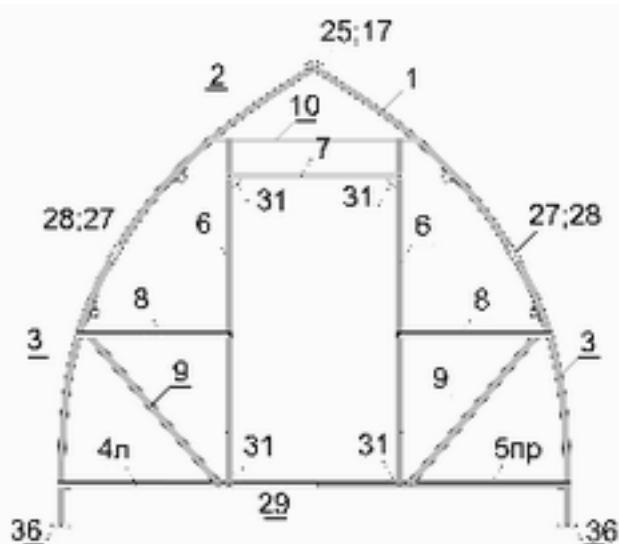

Рис. 1 Торец
3.1.1. Используя вставки №27 и накладки №28 к торцевым дугам №1, саморезами 4,2x16, присоедините торцевые дуги № 3 (рис. 1;6).
Присоедините нижнюю обвязку торца к дугам №3 (рис.1).
Верх стойки дверного проёма №6 присоедините к стяжке №10 и соедините перемычкой №7. Поверните торец внутренней стороной теплицы кверху и произведите крепление деталей №8, №9, стоек дверного проёма №6 и перемычки №7 вместе с косынками №31 (рис. 1; 9).